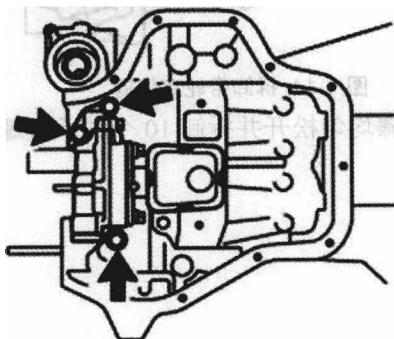
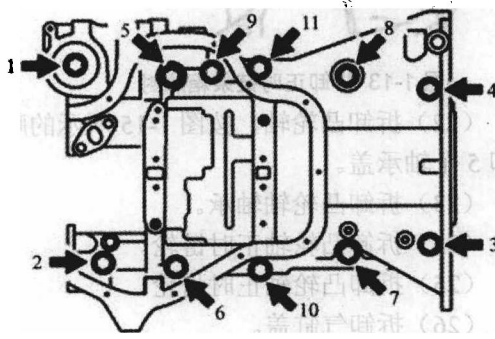

图 1-19 拆卸机油泵
图 1-20 拆卸曲轴箱总成
(30) 拆卸机油泵总成，如图 1-19 所示，拆卸 3 个螺栓、机油泵和垫圈。
(31) 拆卸平衡轴分总成，按顺序均匀松动并拆卸 8 个螺栓。
(32) 拆卸平衡轴轴承。
(33) 拆卸发动机后部油封，用刀切掉油封唇部，用刀头被胶带包住的螺丝刀撬出油封，拆卸油封之后，检查曲轴是否损坏。如损坏，则用 400 号筛眼的砂纸抹平表面。
(34) 拆卸曲轴箱总成，按如图 1-20 所示的顺序，均匀松动并拆卸 11 个螺栓，用螺钉旋具在曲轴箱和气缸体之间撬动，拆除曲轴箱。注意不要损坏曲轴箱和气缸体的接触面。